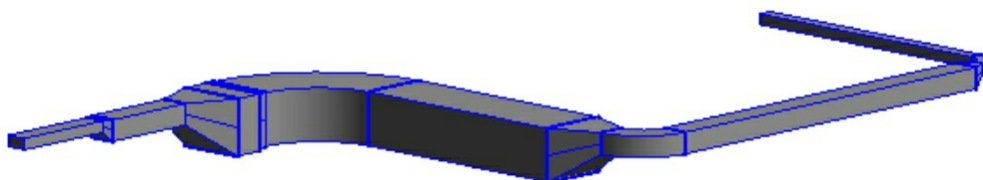

图2-118
(8) 按照上述方法可以创建一个顶对齐的风管系统，如图2-118所示。